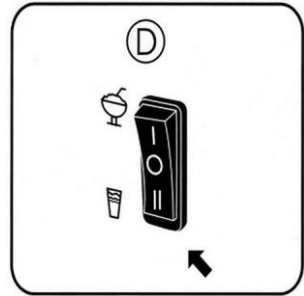

Fig. 5
Tuttavia, il serbatoio di sinistra è destinato alle bevande fredde. Per preparare una bevanda fredda in questo serbatoio, portare il selettore (D) nella posizione "Raffreddamento", come illustrato nella fig. 5.